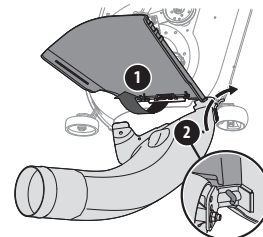

Figura 16
2. Con el canal de descarga del tractor elevado y abierto (1), instale el bota colocando la varilla de montaje del bota en el orificio suministrado en la ménsula de las ruedas de la plataforma o la lengüeta de montaje del canal (2), como se ve en la Figura 16.